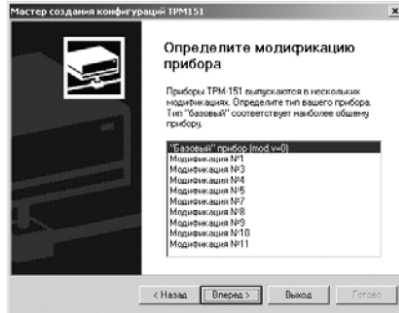

Рисунок 10.2
**Если модификацию считать не удастся**, появится соответствующее сообщение. Нажмите «ОК» - открывается окно с приглашением выбрать модификацию прибора из списка (рисунок 10.2).